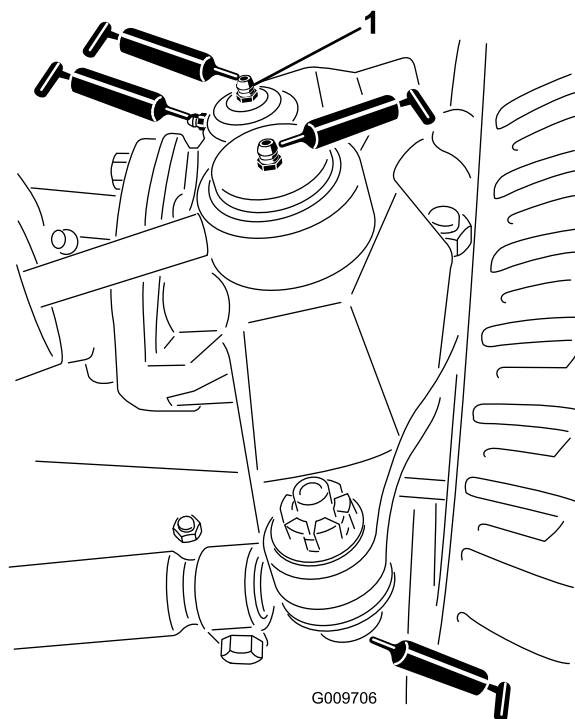

Figura 83
- Articulaai sferice ale cilindrului de direcție (2), aa cum se arată în Figura 83
- Articulaai sferice tirant (2), aa cum se arată în Figura 83
- Buce pivot (2), aa cum se arată în Figura 83